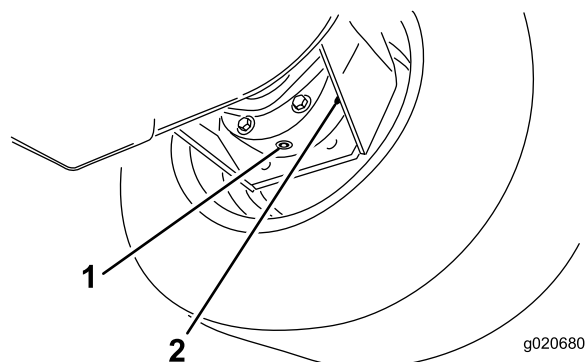

Рисунок 62
3. Подставьте поддон под корпус тормоза, снимите пробку сливного отверстия и дайте маслу стечь (Рисунок 62).